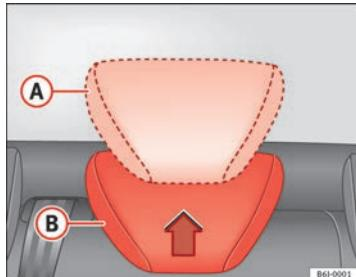

Fig. 5 Ajuste de los apoyacabezas posteriores
- Posición elevada o de uso **(A)** ⇒ fig. 5. En esta posición el apoyacabezas se comporta como un apoyacabezas convencional, protegiendo junto con el cinturón de seguridad al ocupante de las plazas posteriores.
- Posición de reposo, no uso **(B)** ⇒ fig. 5. Esta posición facilita la visibilidad posterior al conductor.